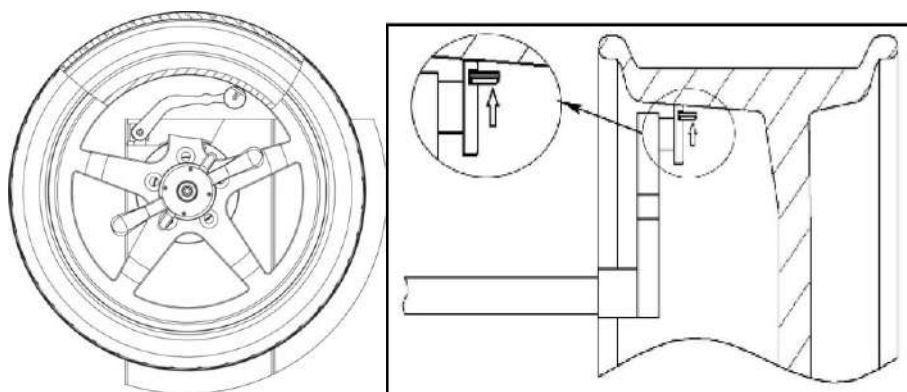

Рис.21
4.7 Приклейте балансировочный грузик к шине, рис.21